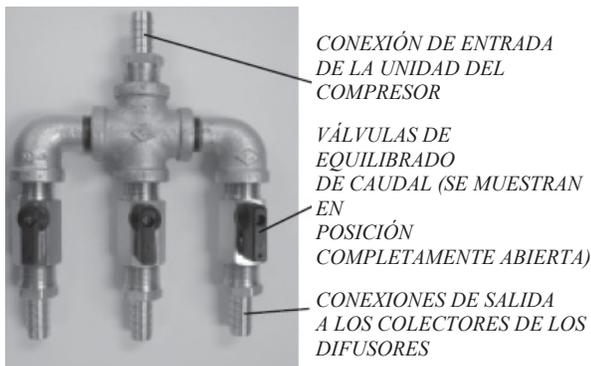

Figura 9b: conjunto de colectores de las válvulas
3. Conexiones de las válvulas: el conjunto de válvulas (**consulte la Figura 9b**) distribuye el caudal de aire desde el compresor a los difusores. Conecte la tubería de polietileno (4) proveniente de la unidad del compresor a la entrada del conjunto de válvulas y fíjela con una abrazadera para manguera (6). Conecte la tubería con peso (1) que va a cada uno de los colectores de los difusores a la salida de la válvula y fíjela con una abrazadera para manguera (3). Los acoplamientos (2 y 5) se utilizan para conectar varias longitudes de tubería. Las válvulas equilibran el caudal de aire entre todos los colectores de los difusores. Las válvulas se cierran girando la manivela perpendicularmente al cuerpo de las válvulas y se abren girando la manivela paralelamente al cuerpo de las válvulas.